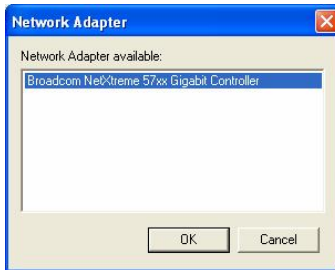

Figure 7 : Boîte de dialogue des adaptateurs réseaux
1. À partir du menu, cliquez sur **Sélection du Réseau**. La boîte de dialogue Adaptateur Réseau (Network Adapter) apparaît, voir la Figure 7.